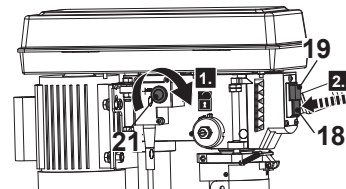

Fig. 17
1. Rode o botão STOP de emergência (21) no sentido horário para o libertar, se já tiver sido ativado (Fig. 17, passo 1).
2. Ligue o produto pressionando o botão ON (ligado) verde I (19) e aguarde até que a broca tenha atingido a velocidade máxima (Fig. 17, passo 2).
3. Desligue o produto pressionando o botão Off (desligar) vermelho O (18) ou pressionando o botão STOP de emergência (21) em qualquer emergência.